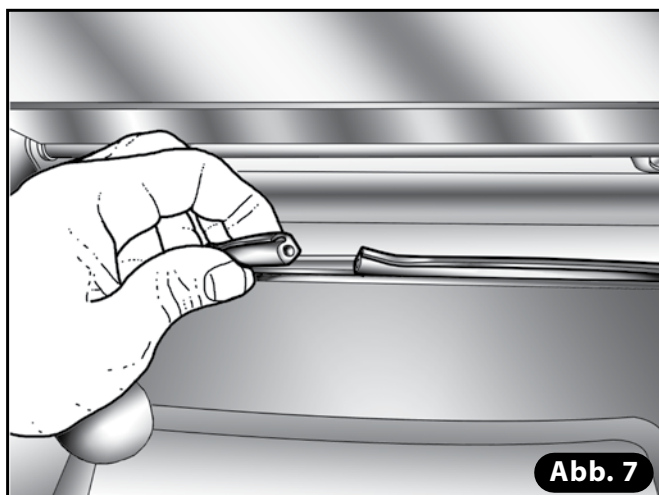

Abb. 7
- 3) Neue Dichtung einsetzen, bis zum Grund der Nut drücken und mit dem Cutter auf Maß schneiden (**Abb. 7**).